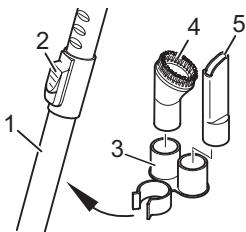

Abb. 5
- Stecken Sie die Zubehörhalterung (Abb. 5/3) unterhalb der Teleskoprohr-Arretierung (Abb. 5/2) auf das Teleskoprohr (Abb. 5/1). Schieben Sie dann Möbelpinsel (Abb. 5/4) und Fugendüse (Abb. 5/5) auf die Aufnahmeverrichtungen.
- Als **Zubehör** sind die Fugendüse, der Möbelpinsel und die Polsterdüse im Lieferumfang enthalten. Sie können bei Nichtgebrauch an der Zubehörhalterung (Abb. 5/3) befestigt werden.